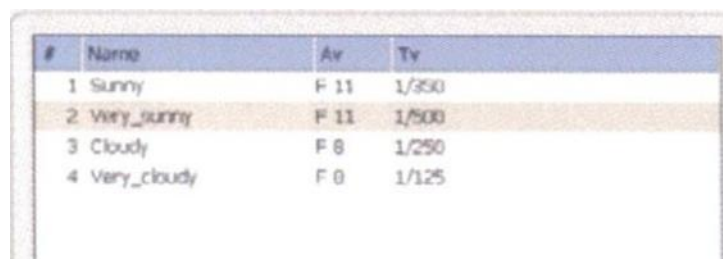

Figura 21. Ventana –Weather program Programa del Clima
La ventana weather program se despliega y el conjunto de opciones de los botones del panel de interfase (IP) cambia para la configuración climática, Figura 21, Tabla 17.
- Presione en el panel de interfase (IP) el botón  y seleccione la lista siguiente en la ventana Weather program para ingresar a la lista de programas climáticas, Figura 21.